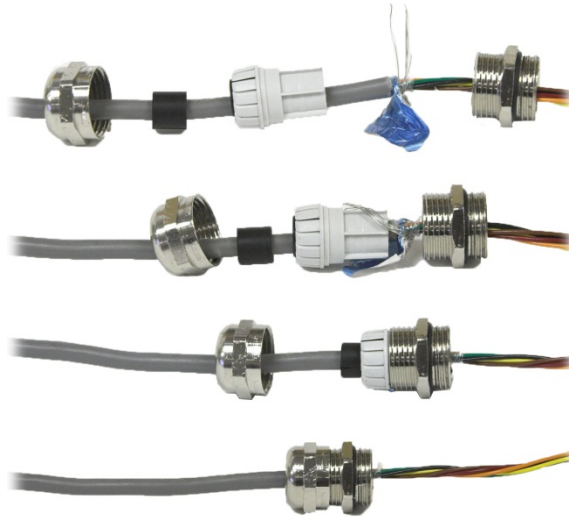

Figure 2-21 : Mise à la masse du blindage du câble
5. Le blindage du câble doit être relié à la masse sur l'enceinte de l'IND570 en écartant les fils blindés (voir la partie supérieure de la Figure 2-21) et ensuite en les repliant sur le composant en plastique du presse-étoupe du câble avant de l'introduire dans le corps fileté.